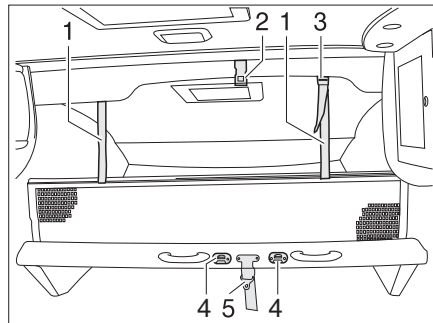

Fig. 123 Lit escamotable manuel
- Verrouiller le lit escamotable au plafond (Fig. 123,2) avec la sangle de sécurité (Fig. 123,5).
- L'échelle de montée doit être accrochée par les deux étriers aux crampillons (Fig. 123,4) se trouvant sur le lit escamotable.
- Faire s'enclencher les sangles de retenue (Fig. 123,1) dans les œilletons du plafond (Fig. 123,2).